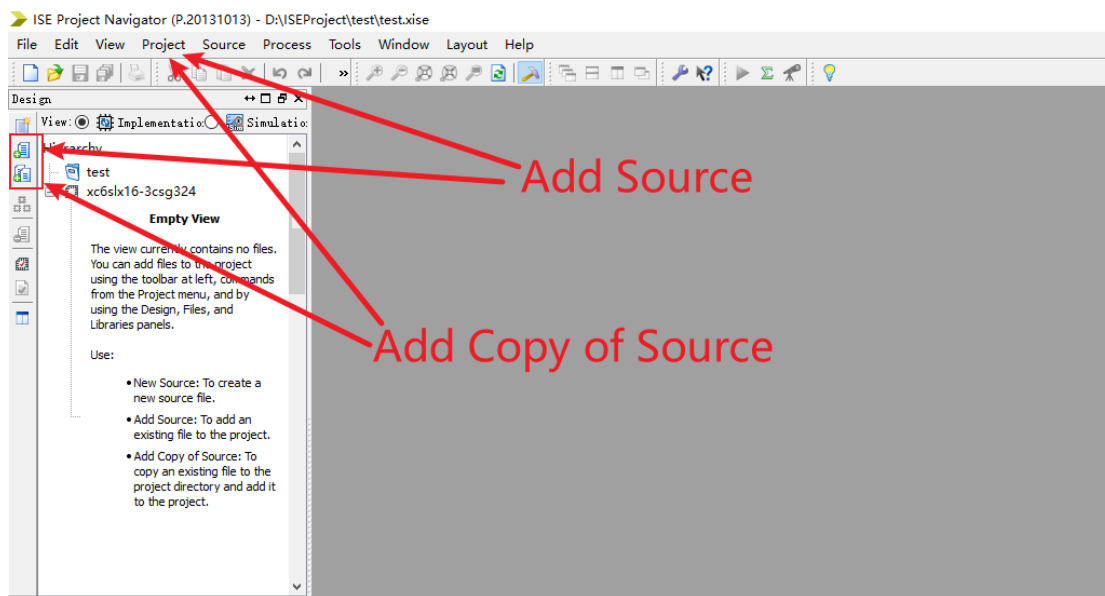

图 2-10 添加文件
1) 添加已经编辑好的文件可以利用工程目录左侧的工具栏按键，或利用菜单栏选项，选择“Project -> Add Source...”或“Project -> Add Copy of Source”，其中的区别在“Add Source...”可以将其他路径下的文件添加至工程中，但文件本身不会存放在工程目录下，“Add Copy of Source...”则会在文件添加至工程的同时将一份文件的副本拷贝至工程目录当中。一般情况下在添加文件时推荐采用添加副本的方式，如图 2-10 所示